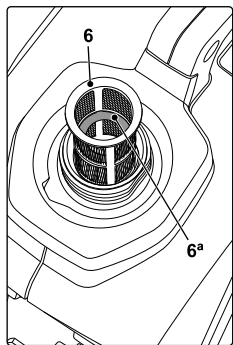

рис. 14
При заправке убедитесь в наличии топливного фильтра (6) (рис. 14) в баке. Не допускайте попадания пыли, грязи, воды и других инородных веществ в топливо.